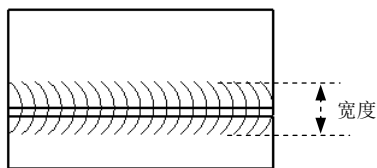

图 6.11.4 焊缝宽度
- ☑  文本框: 该文本框中输入的数值用来定义焊缝的宽度, 如图 6.11.4 所示。